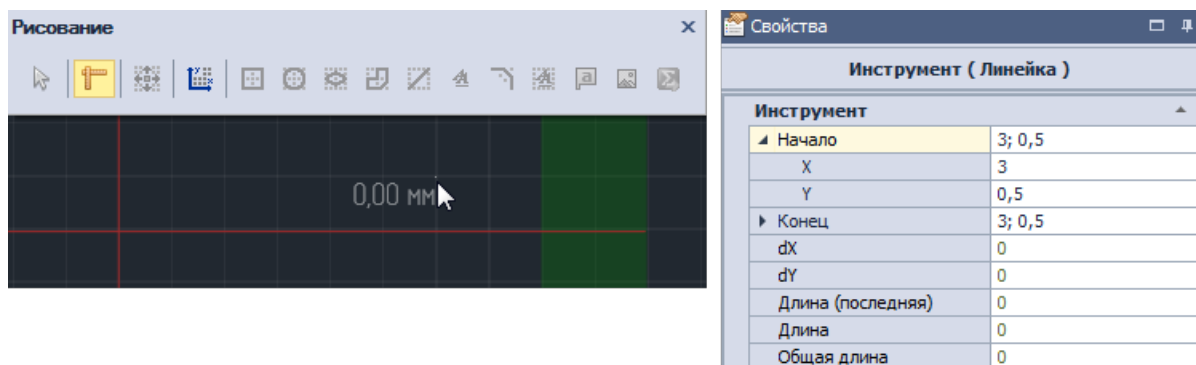

Рис. 474 Выбор и фиксация точки отсчета для измерения расстояния
2. Выберите произвольную точку в рабочей области и зафиксируйте ее либо введите координаты для точки отсчета расстояния в панели «Свойства» -> поле «Инструменты» -> пункт «Начало», см. Рис. 474.